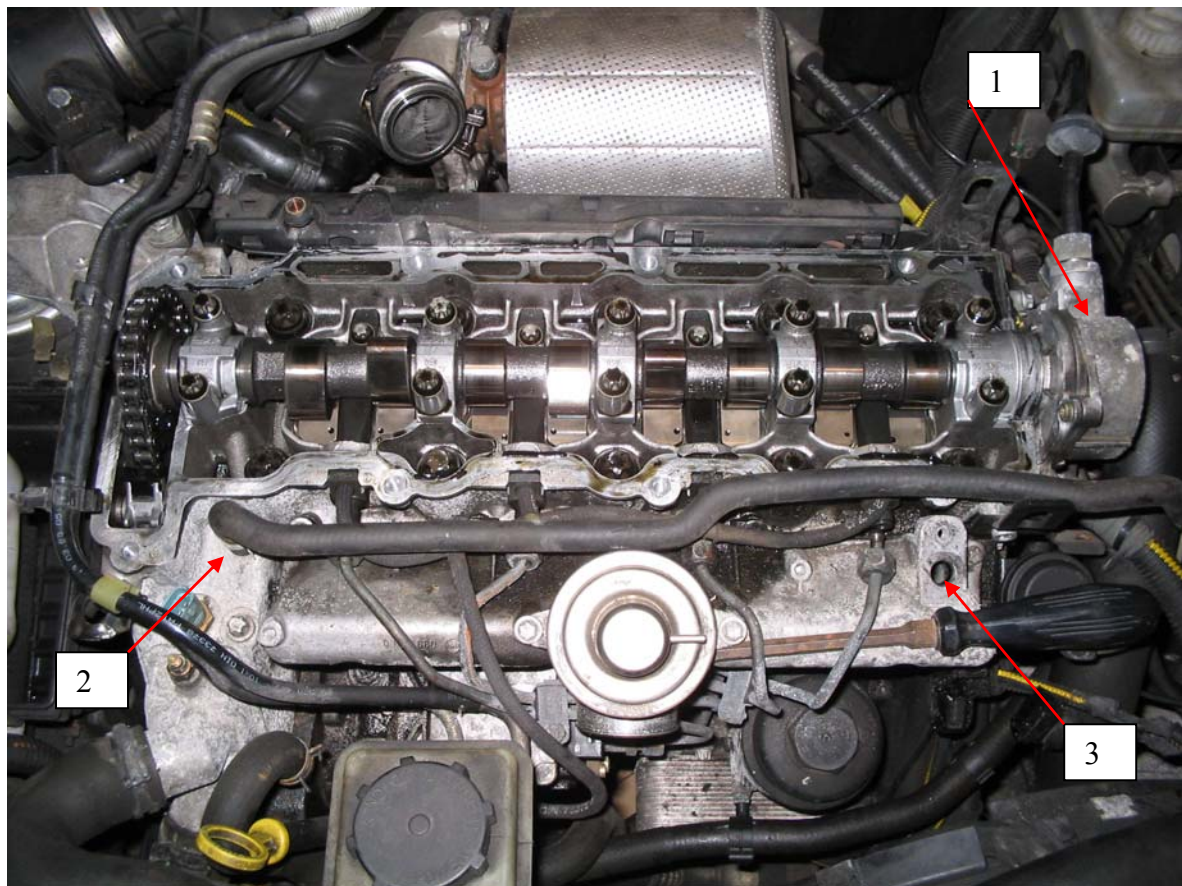

Bild 2.1
2.3 Vakuumpumpe abmontieren und beiseite legen (4 Schrauben). [Bild 2.1, Nr.1]
2.5 Schelle am Wasserschlauch überm Sammelsaugrohr lösen und Schlauch beiseite legen. [Bild 2.1, Nr.2]
2.8 Sensor im Sammelsaugrohr vorne rechts entfernen und beiseite legen. [Bild 2.1, Nr.3]